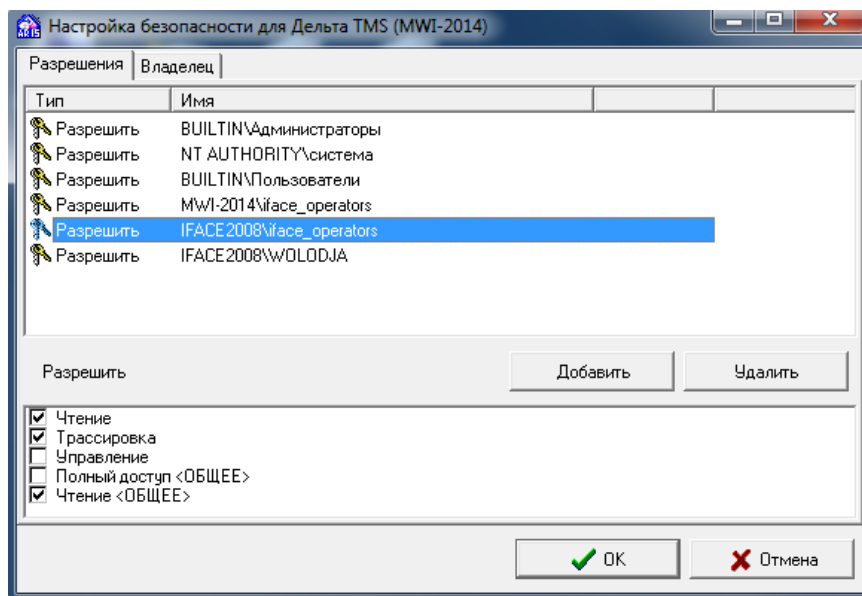

Рис. 5.4 Настройка безопасности (Дельта TMS)
5.7.3 Перейти в окно настройки прав пользователей, имеющих доступ к Дельта TMS и выполнить действия аналогичные тем, что описаны в п. 5.7.1 применительно к «TMS (Дельта)». Пример настройки приведен на Рис. 5.4. Права доступа к Дельта TMS для пользователей ПО клиент ARIS SCADA настраивать не нужно.